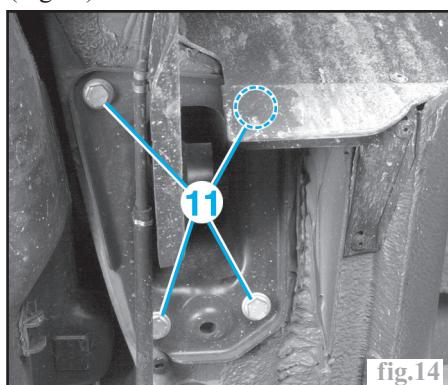

fig.14
- Les vis de fixation du bras sur la fusée (10).
- Les vis (11) du palier de fixation (Fig.14).
- Mettre en place la biellette de barre stabilisatrice (6).
- Serrer les vis (11) du palier de fixation (sur leur ancien emplacement) (Fig.14).
- Bloquer les vis (10) puis la biellette de barre stabilisatrice (6).